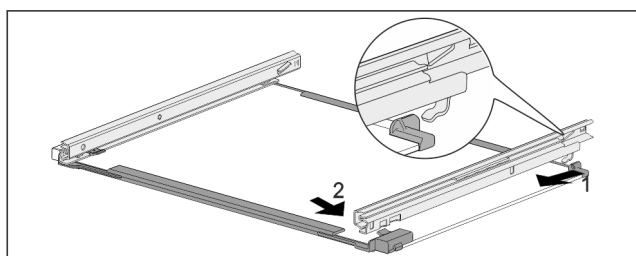

Fig. 254 Skleněná deska s kolejničkami
- ▶ Zahákněte kolejničku vzadu. Fig. 254 (1)
- ▶ Zaklapněte kolejničku vpředu. Fig. 254 (2)